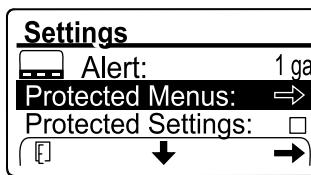

图 108
- 输入 PROTECTED MENUS 受保护菜单选项的 PIN 码 图 108 请参阅 访问受保护菜单 \(页码 22\)。